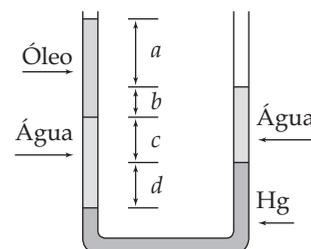

Figura Ep1.27
**Ep1.27** Na Figura Ep1.27, tem-se um manômetro de mercúrio que foi acidentalmente contaminado com água e óleo. Sabe-se que  $b = 20 \text{ cm}$ ,  $d = 10 \text{ cm}$  e  $c = 50 \text{ cm}$ . Considerando que o óleo tem densidade relativa igual a  $0,82$  e que o manômetro está a  $20^\circ\text{C}$ , pede-se para determinar a altura  $a$ .
**Ep1.28** Se na Figura Ep1.27  $a = 1,0$  m,  $b = 0,5$  m e  $c = 0,2$  m, qual deve ser o valor de  $d$ ? Considere que o óleo tem densidade relativa igual a 0,82 e que o manômetro está a 20°C.